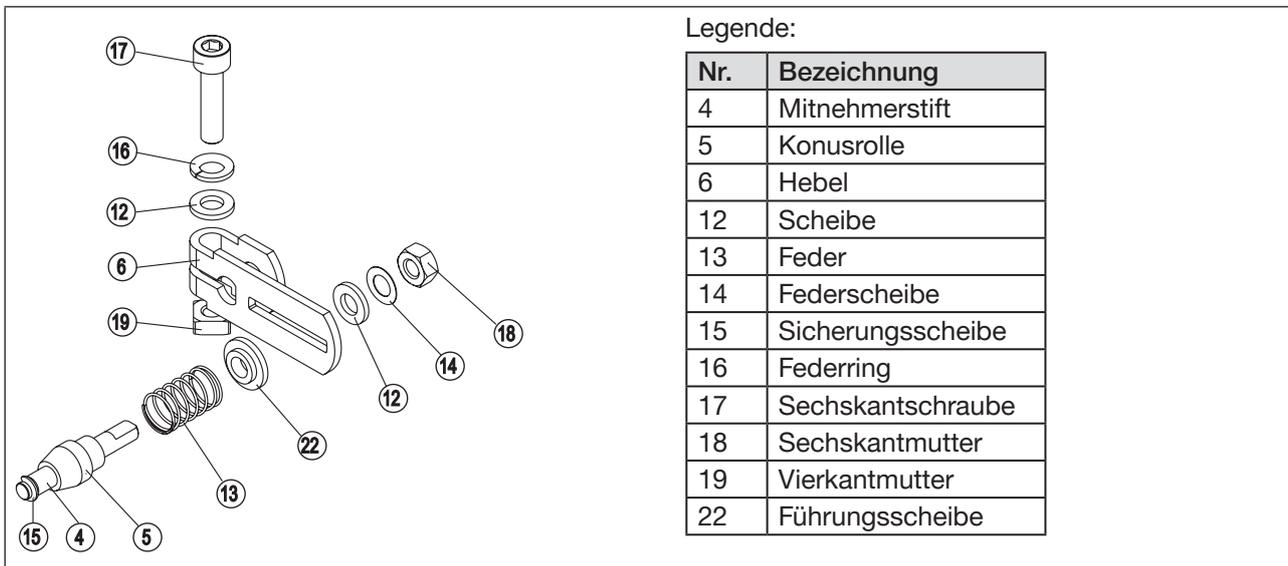

Bild 17: Montage des Hebels
- Bügel ② mithilfe der Klemmstücke ③, der Sechskantschrauben ⑰ und der Federringe ⑯ an der Antriebsspindel montieren.
- Entsprechend dem Hub des Antriebs den kurzen Hebel ⑥a oder den langen Hebel ⑥b wählen.
- Hebel zusammenbauen, falls nicht vormontiert (siehe „Bild 17“).